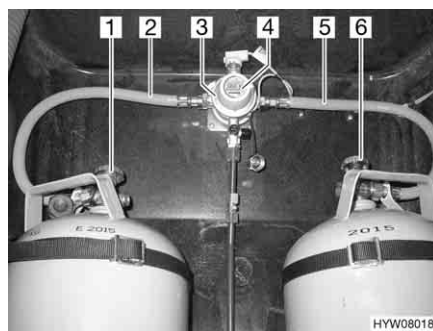
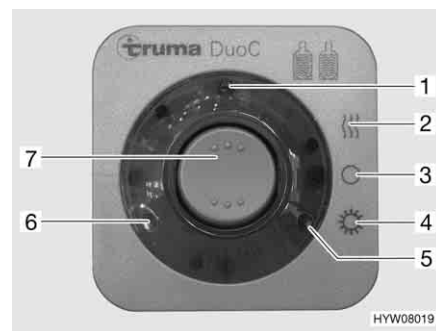

Fig. 118 Impianto di commutazione DuoControl
Fig. 119 Centralina di controllo
L'impianto di commutazione DuoControl è costituito da una valvola di commutazione (Fig. 118,3) e da una centralina di controllo (Fig. 119). La valvola di commutazione è installata tra i tubi del gas (Fig. 118,2 e 5). Con la manopola (Fig. 118,4) sulla valvola di commutazione è possibile stabilire, quale delle bombole del gas viene utilizzata come bombola in uso e quale bombola del gas viene utilizzata come bombola di riserva.
Sulla centralina di controllo (Fig. 119) possono venire azionate solo le funzioni elettriche. Le valvole principali di arresto delle bombole del gas (Fig. 118,1 e 6) devono essere aperti manualmente.
La valvola di commutazione garantisce una pressione del gas costante, indipendentemente da quale bombola provenga l'alimentazione del gas. Le due spie di controllo sulla centralina di controllo indicano il livello di riempimento della bombola in uso. Se è accesa la spia di controllo verde (Fig. 119,6), la bombola in uso è piena. Se è accesa la spia di controllo rossa (Fig. 119,5), la bombola in uso è vuota. Il rifornimento di gas avviene poi tramite la bombola di riserva.
- Aprire le valvole principali di arresto delle bombole del gas (Fig. 118,1 e 6).
- Con la manopola (Fig. 118,4) sulla valvola di commutazione (Fig. 118,3) selezionare la bombola del gas, da cui proviene la principale alimentazione del gas (bombola in uso).
- Sulla centralina di controllo (Fig. 119) attivare l'impianto di commutazione DuoControl.
Posizionare l'interruttore a bilico (Fig. 119,7) su funzionamento invernale "On e riscaldamento" (Fig. 119,2) oppure su funzionamento estivo "On" (Fig. 119,4). La valvola di commutazione è ora disareata. La spia di controllo gialla (Fig. 119,1) è accesa, se si seleziona la modalità di funzionamento invernale e l'impianto antighiaccio con regolatore è attivato.
- Portare l'interruttore a bilico (Fig. 119,7) in posizione "O" (Fig. 119,3). La spia gialla di controllo (Fig. 119,1) si spegne.
- Chiudere le valvole principali di arresto delle bombole del gas (Fig. 118,1 e 6).
Le spie di controllo sulla centralina di controllo (Fig. 119,5 e 6) segnalano all'interno del veicolo, se la bombola in uso è pronta al funzionamento.
Se la spia di controllo verde (Fig. 119,6) si spegne durante il funzionamento e la spia di controllo rossa (Fig. 119,5) si accende, significa che la bombola del gas selezionata come bombola in uso è vuota e deve essere sostituita. La bombola di riserva continua ad alimentare le utenze a gas.